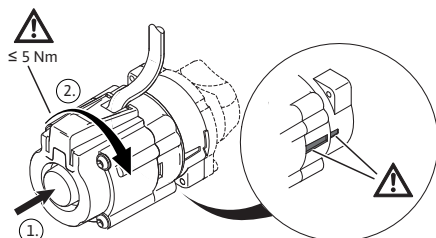

Fig. 14: Heatfixx-Pumpe in Betriebsposition
- Durch eine Drehung um 90 ° im Uhrzeigersinn öffnet sich der Durchfluss (Fig. 14).